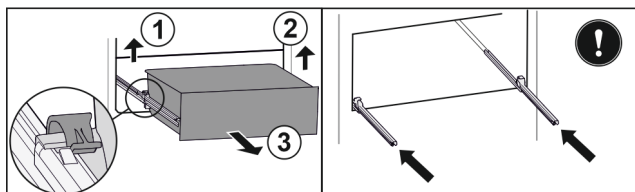

Fig. 76
- Nosta vasenta pidikettä ja vedä samalla vetolaatikkoa vasemmalta eteenpäin. Fig. 76 (1)
- Nosta oikeanpuolista pidikettä ja vedä samalla vetolaatikkoa oikealta eteenpäin. Fig. 76 (2)
- Poista vetolaatikko vetämällä sitä eteenpäin. Fig. 76 (3)